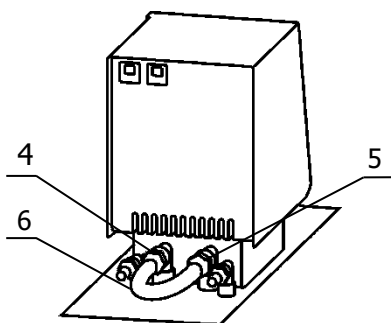

Рисунок 3 — Установка перемычки
2.2.5 Соединить входной 4 и выходной 5 штуцеры насоса блока регулирования с помощью шланга-перемычки 6 (рисунок 3) и хомутов из комплекта поставки блока регулирования.